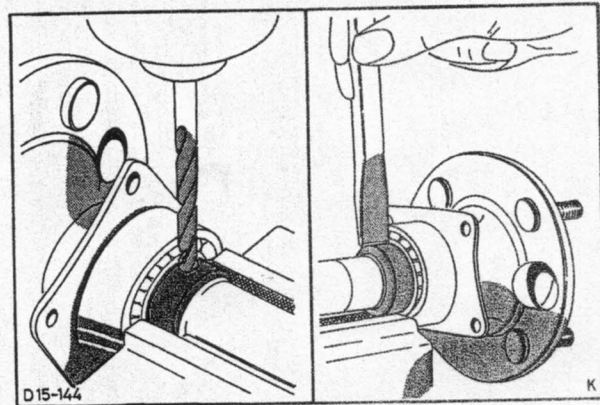

Fig. 122 - Dépose de la bague d'arrêt de roulement
4. Percer un trou de 8mm de diamètre dans la bague de roulement ou soutenir la bague d'arrêt par le dessous et la fendre au burin de manière à pouvoir l'extraire à la main, fig. 122.